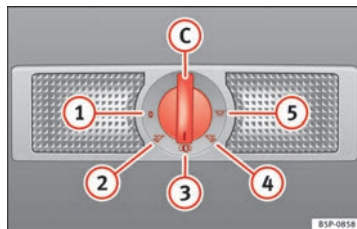

Fig. 76 Revestimiento interior del techo: iluminación interior y de lectura de la parte trasera del habitáculo.
Con el mando ⇒ fig. 76 C puede seleccionar las siguientes posiciones:
Con el mando en la posición ⇒ fig. 76 ①, la luz interior y las de lectura están apagadas.